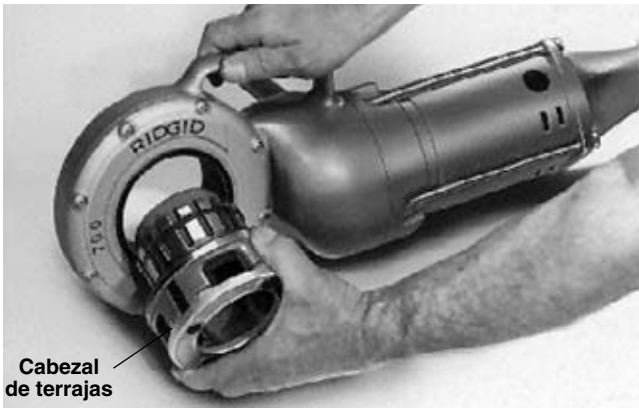

Figura 3 – Instalación del Cabezal de terrajas No. 12-R
1. Introduzca el Cabezal de Terrajas o el Adaptador, con su extremo con muesca primero, dentro del Accionamiento Motorizado de tal manera que las lengüetas a resorte del adaptador se enganchen firmemente (Figura 3).